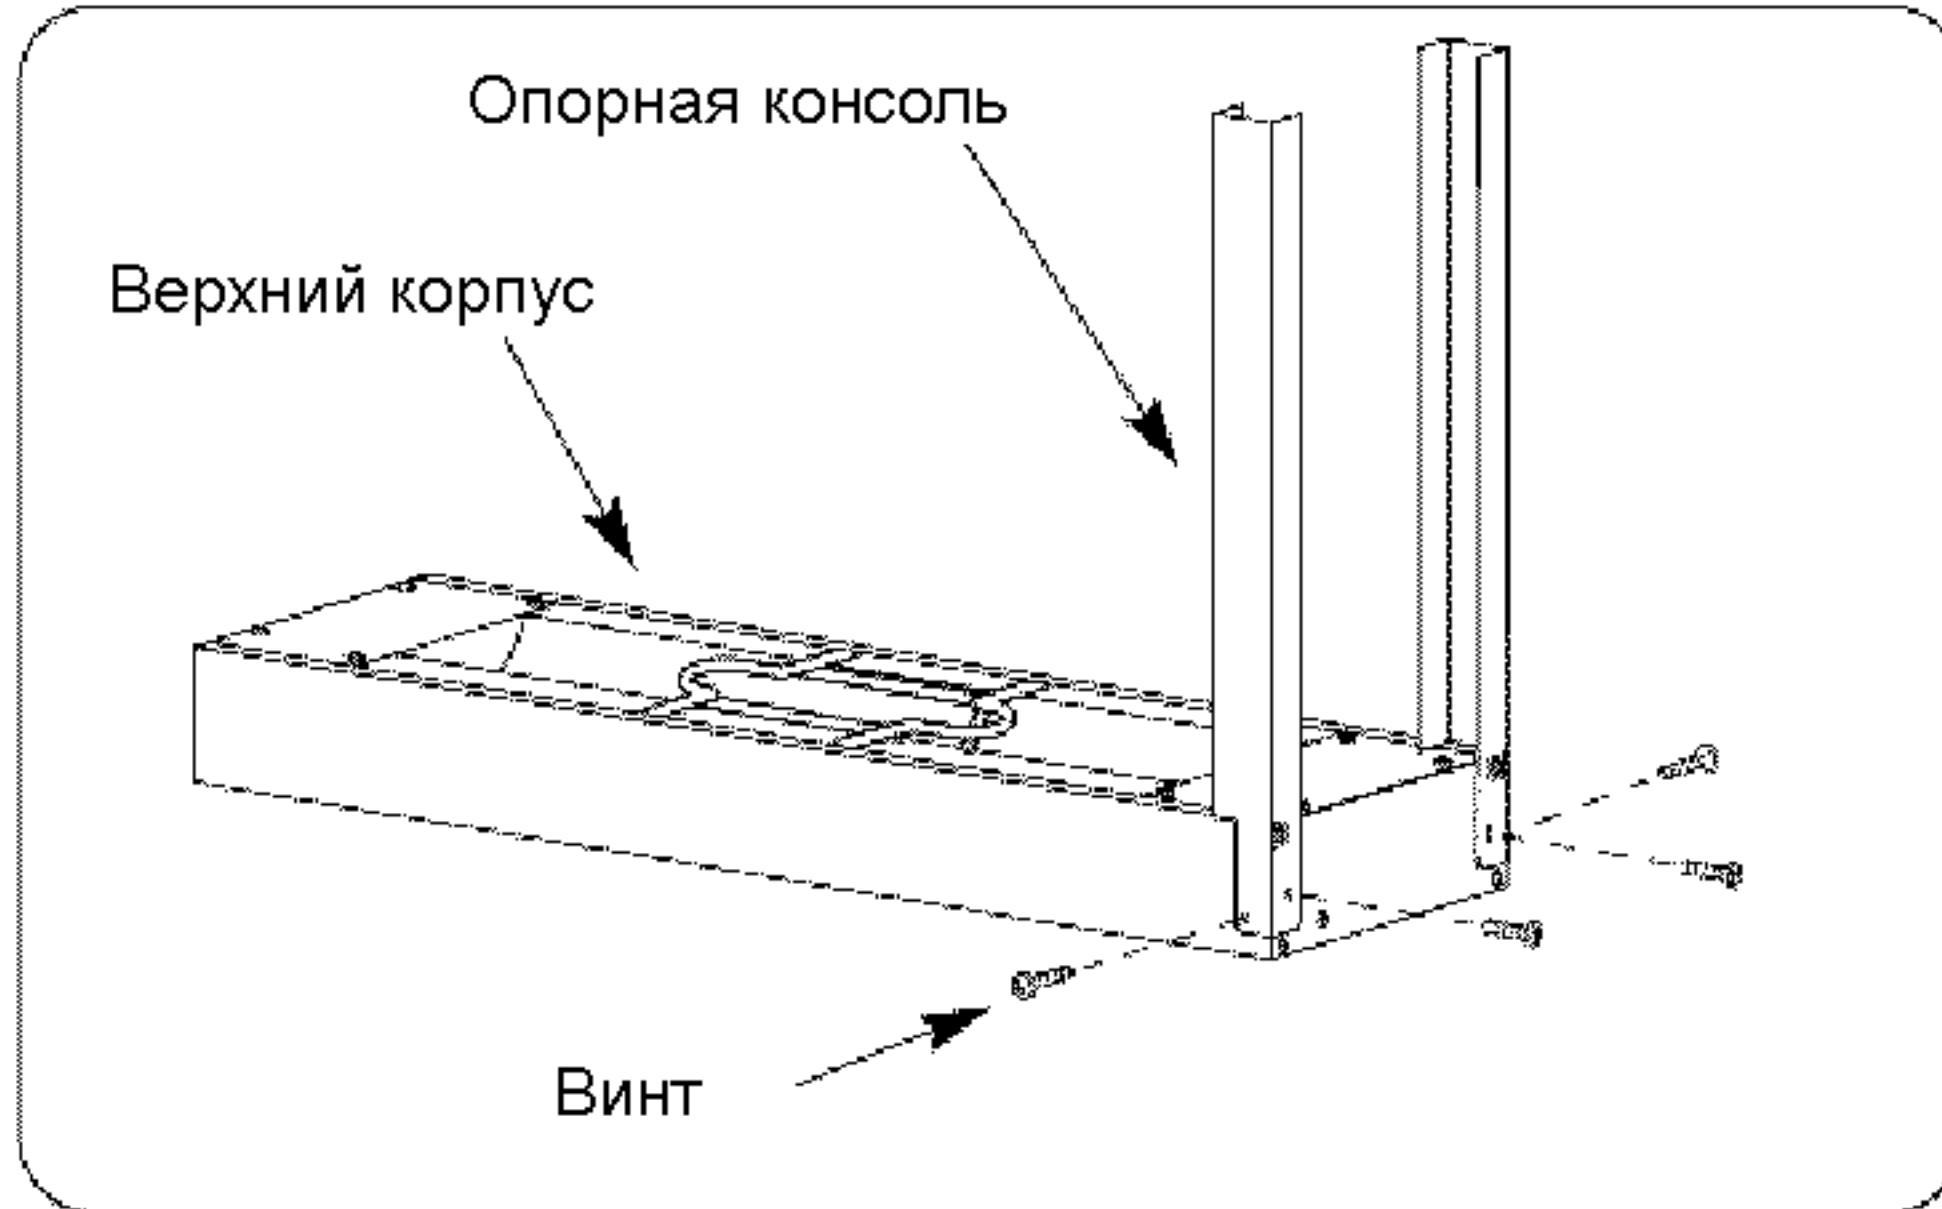

Рис. 13. Сборка верхнего корпуса и опорных консолей
- d) С помощью четырех прилагаемых винтов прикрепите обе опорные консоли к верхнему корпусу. (см. рис. 13.)